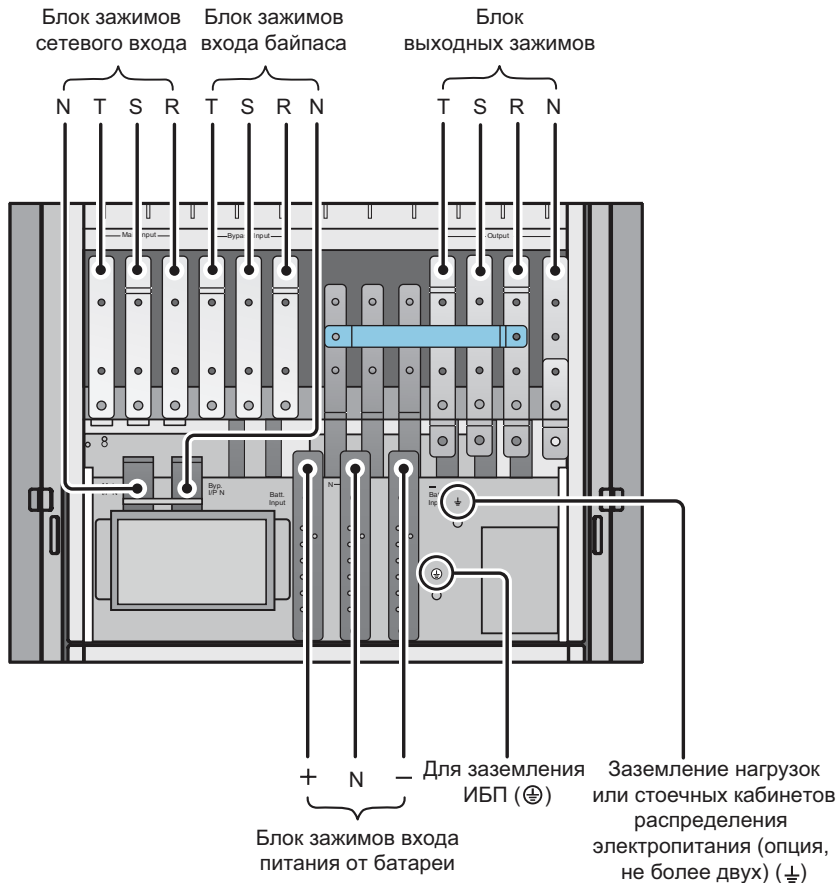

Рис. 5-9. Схема подключения в конфигурации с двумя входами (одиночный ИБП)
3. Подключите к блоку зажимов ИБП источник переменного тока, нагрузки или стоечный PDC (опция, не более двух), внешний батарейный кабинет и заземление. См. **Рис. 5-9**. Следуйте указаниям Руководства по эксплуатации PDC относительно монтажа, подключения, вентиляции и работы с этим устройством.
4. Нейтральный проводник источника переменного тока, подключенного к входу байпаса, подключите к зажиму нуля (N) сетевого входа.
3. Подключите к блоку зажимов ИБП источник переменного тока, нагрузки или стоечный PDC (опция, не более двух), внешний батарейный кабинет и заземление. См. **Рис. 5-9** и **Рис. 5-11**. Следуйте указаниям Руководства по эксплуатации PDC относительно монтажа, подключения, вентиляции и работы с этим устройством.